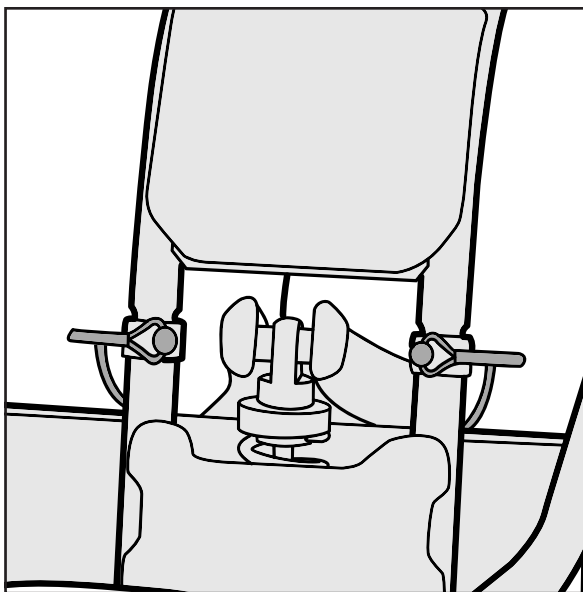

Figure 6
3. Close retaining clip on pin to secure lock pin and Fender assembly in position. (Figure 6)
3. Fermez les clips sur les tiges de retenue pour fixer le garde-boue (Figure 6).
3. Schließen Sie den Halteclip am Stift, um den Verriegelungsstift und das Schutzblech zu sichern. (Abbildung 6)